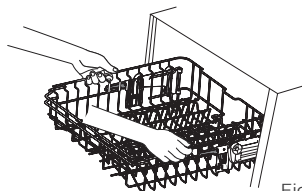

Fig. 1
1. Para levantar o cesto superior, basta levantá-lo puxando pelo centro de cada lado até que ele se encaixe na posição superior (Fig. 1). Não é necessário levantar a alça de ajuste.